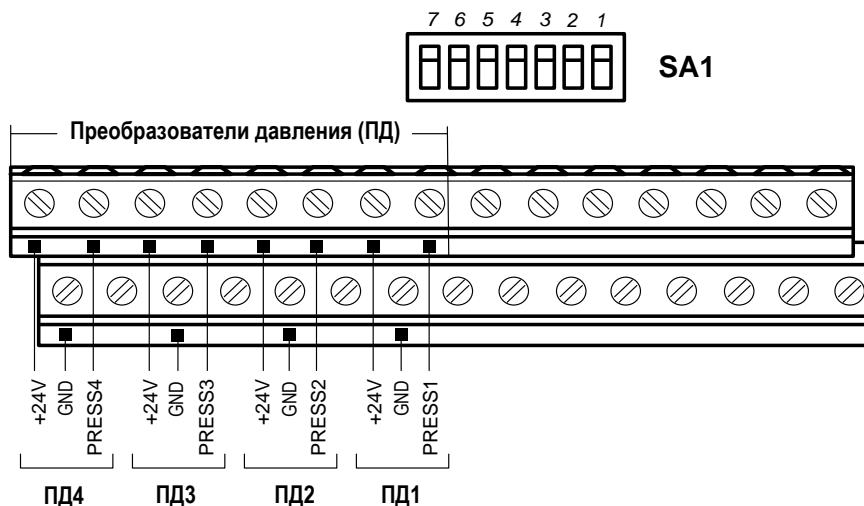

Рис.30. Обозначение коммутационных элементов подключения ПД.
6.5.5.1. Входы предназначены для подключения преобразователей давления, имеющих унифицированный токовый сигнал в диапазоне 0–5, 0–20 или 4–20 мА. Обозначение коммутационных элементов для подключения ПД показано на рис.30.